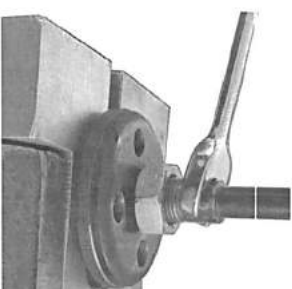

Bild 3
- 3.5. Schubstangenseitige Gewindestange in geeigneten Schraubstock mit Schutzbacken einspannen, Kontermutter unter Federbeinplatte lösen und Schubstange sowie Federbeinplatte vom Federbein abschrauben (**Bild3**).